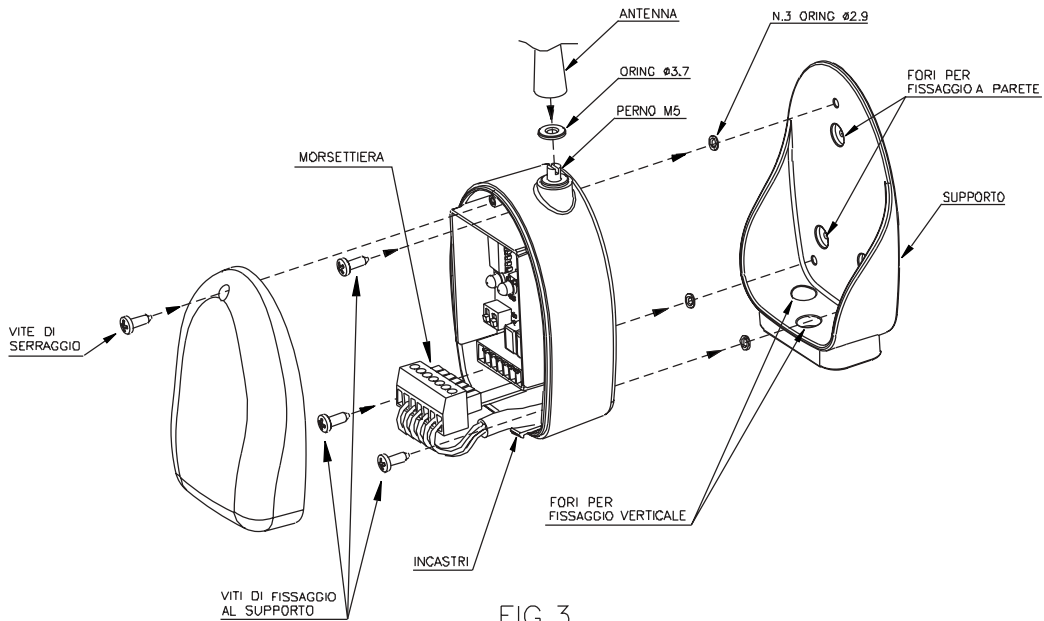

FIG.3
- Aprire gli involucri della ricevente radio rimuovendo la vite di serraggio (vedi Fig. 3);
- Posizionare l'o-ring sul perno filettato, come mostrato in Fig.3, dopodichè avvitare l'antenna fino a battuta.